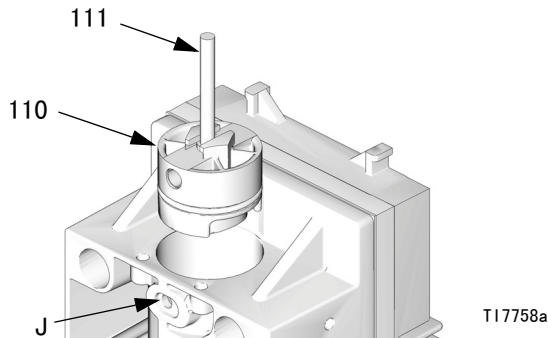

图 10：卸下活塞止动销
3. 请参见图 10。将固定销 (111) 从各自的孔 (J) 中卸下。倒转销钉，将其头部推入活塞止动销 (110) 的槽内。用销钉将活塞止动销拉出。